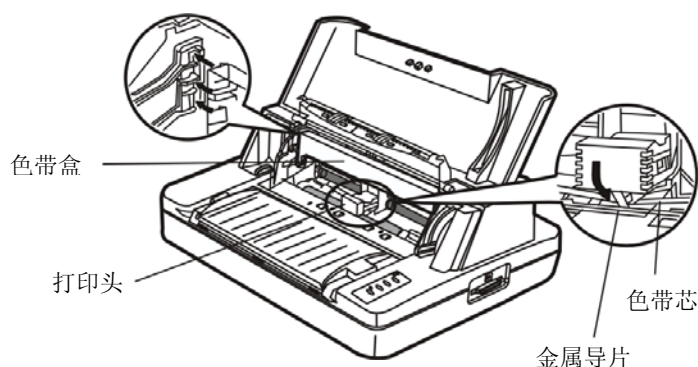

图 2-9 安装色带
7. 如图 2-9 所示，抓住色带盒的两边，使色带盒两边的卡扣对准打印机两侧的安装槽，稍用力向前推进，直到完全卡到住（发出咔嚓一声）。